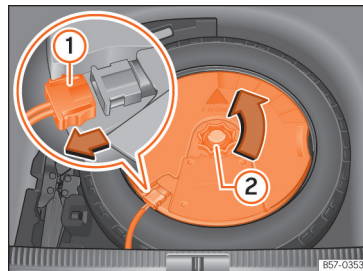

Abb. 258 Im Gepäckraum: Subwoofer ausbauen.
- Klemmen Sie das Subwoofer-Lautsprecher-Kabel ab »» Abb. 258 ①.
- Drehen Sie das Befestigungshandrad entgegen dem Uhrzeigersinn heraus »» Abb. 258 ②.